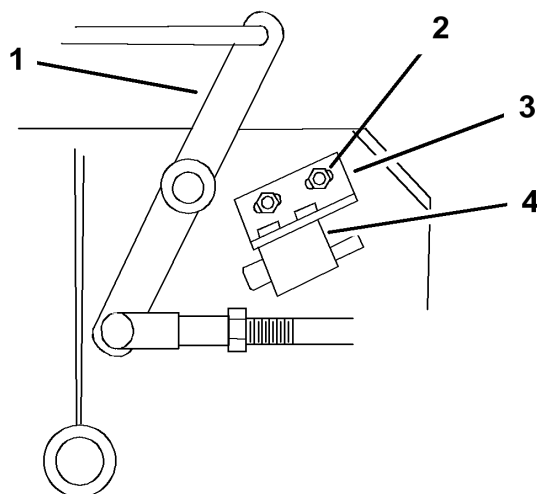

Figura 44
4. Si es necesario, ajuste el interruptor de seguridad de la cuchilla aflojando los pernos que sujetan el soporte del interruptor (Figura 44).
Nota: Asegúrese de que la palanca acodada **no** toca el cuerpo del interruptor, porque esto podría dañar el interruptor (Figura 44).